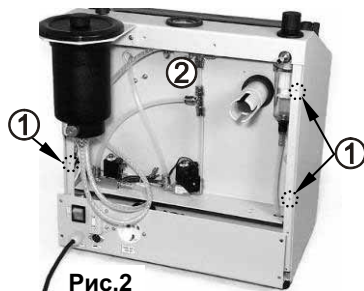

Рис.2
**Для конструкции рис.2:**
1. Снять заднюю стенку, открутив 4 винта (1).
2. Долото подключается к свободному выходу распределителя (2): выкрутить пробку свободного выхода распределителя и вкрутить в нее штуцер долота, предварительно смазав герметиком резьбу штуцера.
3. Установить заднюю стенку на место и закрутить винты (1).